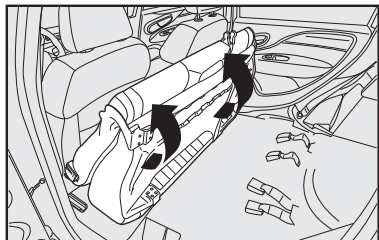

fig. 113
Em seguida, rebater o banco traseiro inteiro para a frente, conforme as setas, de maneira a obter uma única superfície de carga fig. 113.
O banco traseiro bipartido em algumas versões, **fig. 113**, permite ampliar apenas parte do porta-malas, tendo a opção de rebater o banco individual ou duplo.
1) Rebater para trás o banco traseiro completo no sentido inverso das setas **fig. 113**.